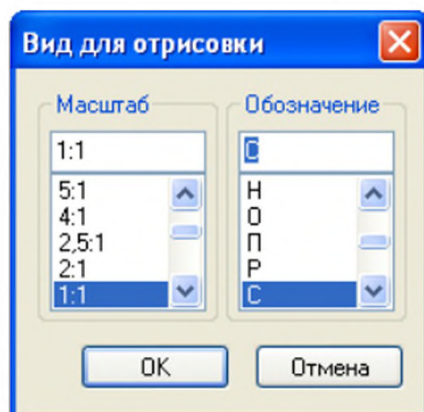

Рис. 5.10
2. Появится диалоговое окно **Вид для отрисовки** (рис. 5.10). Нужно выбрать курсором и щелчком левой кнопки «мыши» литеру обозначения сечения и его масштаб. Нажать кнопку **OK** или **Enter**.